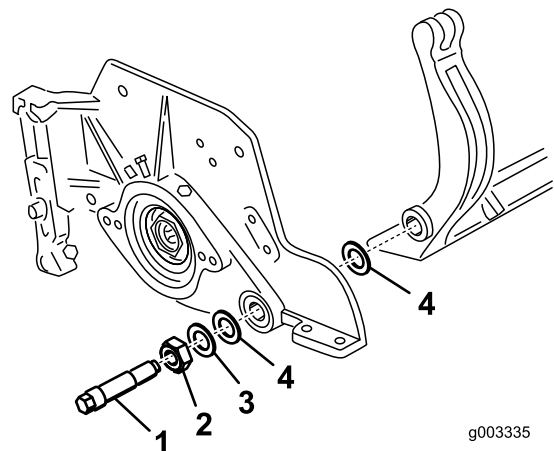

Bild 31
**Hinweis:** Bewahren Sie die beiden Nylonscheiben und die beiden Scheiben aus gestanzten Stahl an jedem Ende des Untermessers auf (Bild 31).
eine Stahlscheibe außen auf jede Nylonscheibe (Bild 31).